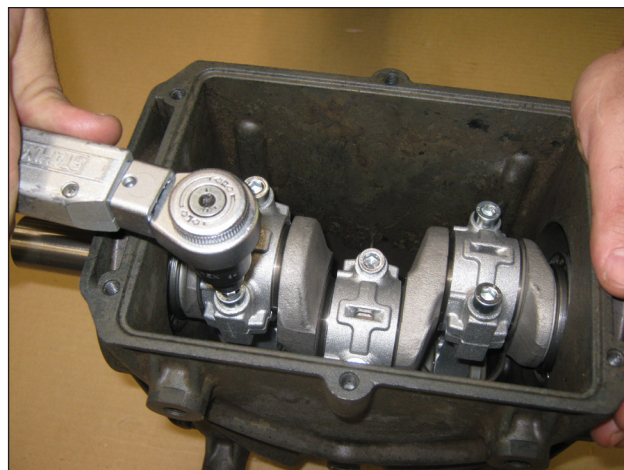

图10
- 使用M8x35螺丝 (图10) 将帽固定到相应的连杆上，同时润滑头部和螺纹杆，分两个阶段进行：